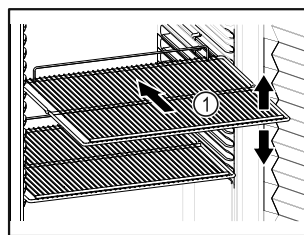

Fig. 78 Voorbeeld
- Indien de legroosters Fig. 78 (1) verplaatsbaar zijn, deze aan de hoogte aanpassen.